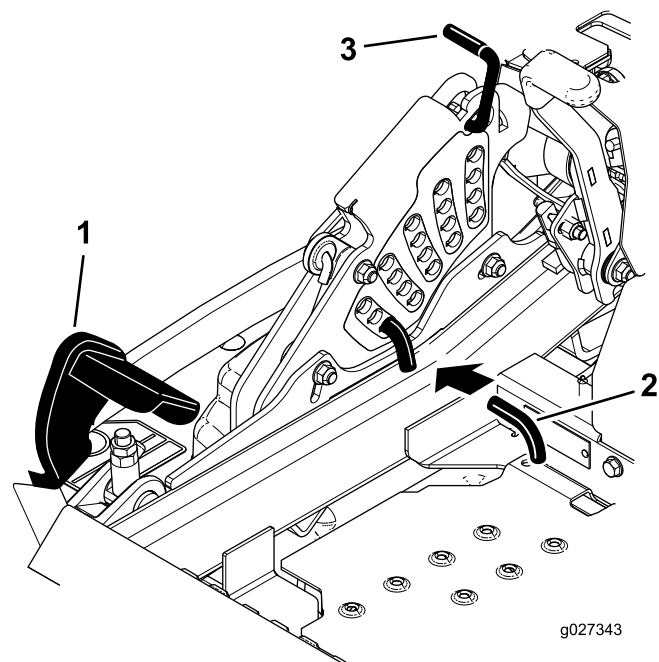

Figure 24
2. Appuyez sur la pédale de levage du tablier avec le pied et levez le tablier en position de transport (qui est aussi la position de hauteur de coupe de 140 mm [5½ po]), comme montré à la Figure 24.
3. Pour changer de hauteur de coupe, tournez la goupille de 90 degrés retirez-la du support de hauteur de coupe (Figure 24).
4. Placez la goupille dans le trou du support correspondant à la hauteur de coupe voulue (Figure 24).